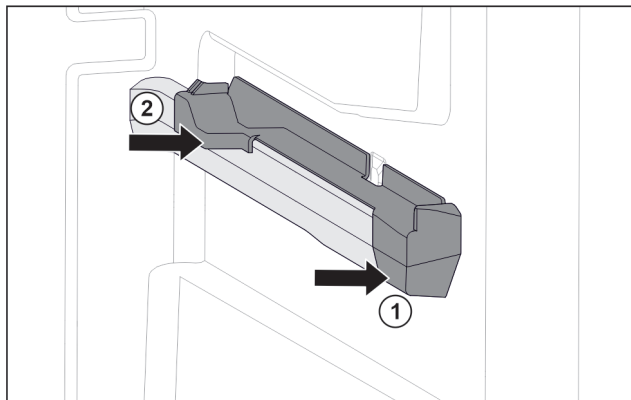

Fig. 75 Násuvný diel na pravom rebre nádoby
- ▶ Nasadte násuvný diel vpredu na rebro nádoby. Fig. 75 (1)
- ▶ Pritlačte násuvný diel vzadu. Fig. 75 (2)